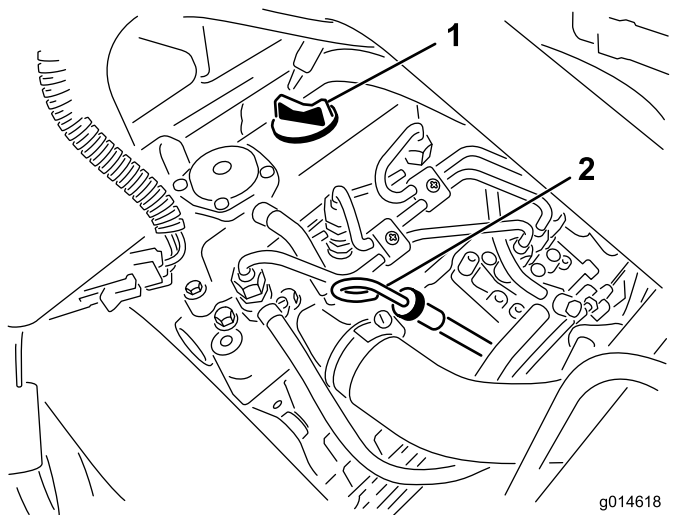

Figura 35
2. Togliete l'asta di livello ed asciugatela con un panno pulito (Figura 35).